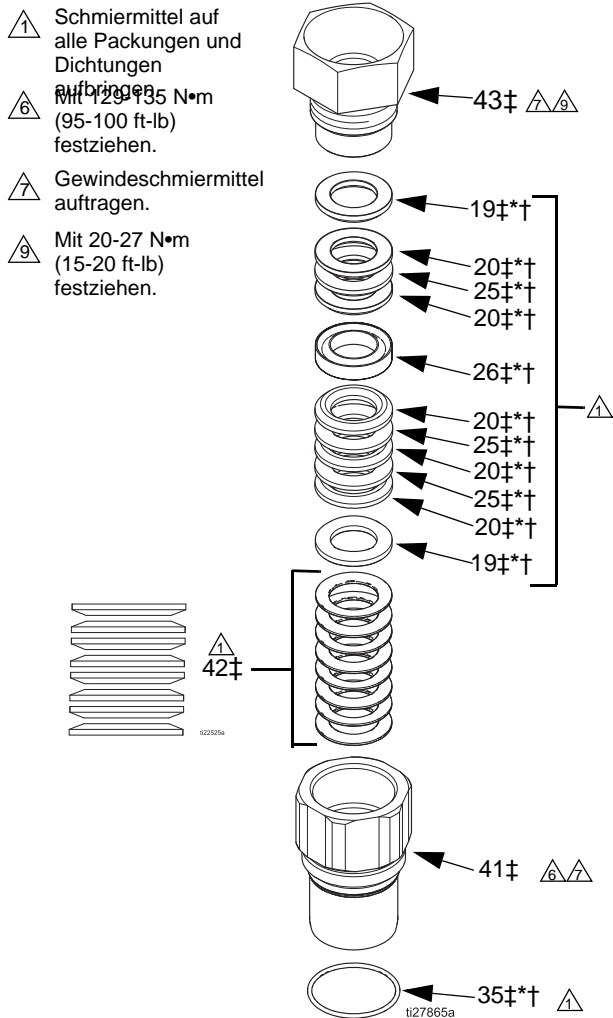

ABB. 1. Detailansicht der Halspackungen
2. Siehe ABB. 1, Seite 6. Halspackungen und Ringe einschmieren. Eine Steckbuchse (19‡*†), dann 5 V-Packungen mit den *Lippen nach unten* montieren: eine ZX (20‡*†), eine Leder (25‡*†), dann ZX, Leder, ZX. Den Gegenring (26‡*†) einsetzen. Drei V-Packungen mit den *Lippen nach oben* installieren: ZX, Leder, ZX. Den anderen Stützring (19‡*†) einsetzen. Die Ökertasse (43‡) des Druckluftventils schmieren und handfest montieren.
3. Den O-Ring (35*) schmieren und an der Halspatrone (41) anbringen. Gewinden schmieren und die zusammengebaute Halspatrone (41) einsetzen. Mit 129-136 N•m (95-100 ft-lb) festziehen.
4. Das Materialauslassgehäuse (16) über die Kolbenstange (17) an den Materialleitungen (3) und am Zylinder (1) anbringen. Möglicherweise sitzt es zuerst nicht richtig. Gewindeschmiermittel auftragen und die Schrauben (13) und Unterlegscheiben (14) des Materialeinlassgehäuses (15) montieren. Zwei Schrauben (A, siehe Abb) in das Materialauslassgehäuse (16) einschrauben und festziehen. Diese ziehen die Gehäuse fest auf die Leitungen und Zylinder. Wenn dieses korrekt sitzt, die dritte Schraube (B, siehe Abb.) anziehen. Alle drei Schrauben mit 47-54 N•m (35-40 ft-lb) festziehen.